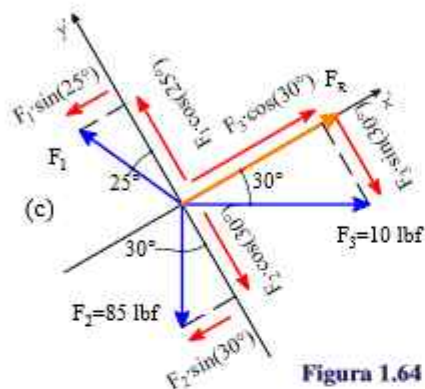

Figura 1.64
Paso ①: Descomposición de las fuerzas en sus componentes x' e y' , según la figura 1.64 (c).